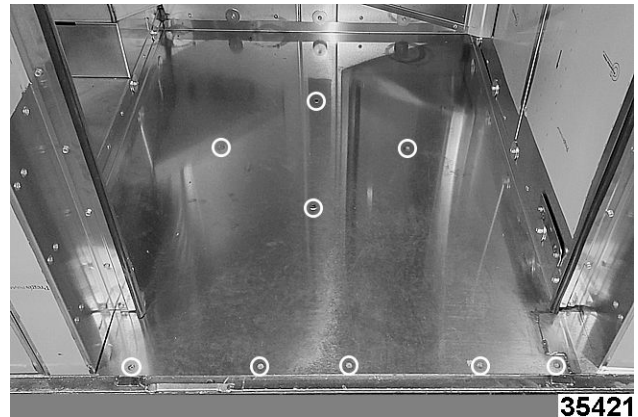

Fig. 36
4. Ancrez le plancher du four (9 places au total) au sol de l'installation (Fig. 36).